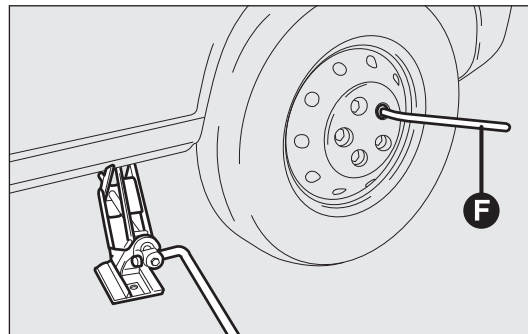

fig. 165
- Skruva loss bultarna fullständigt med nyckel F-fig. 165 och ta därefter ut hjulet.